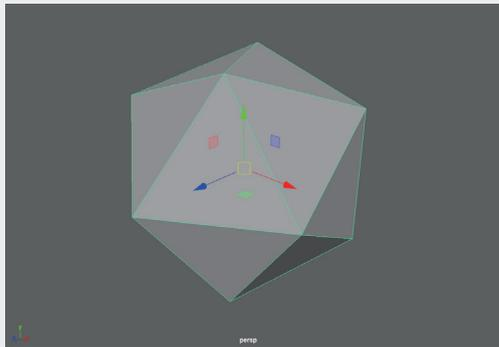

图3-5
**步骤1:** 选择“创建”|“多边形基本体”|“柏拉图多面体”命令，创建一个多边形基本体，如图3-5所示。